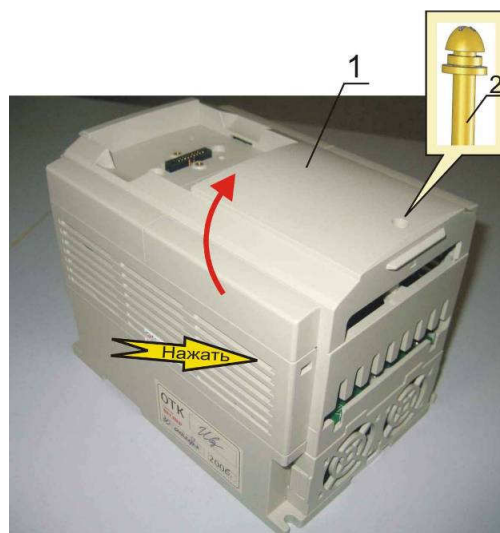

Рис. 6.2
6.2.1. Выкрутить винт (2), демонтировать верхнюю крышку (1), нажав на фиксатор (рис. 6.2). Положить крышку и винт в тару.